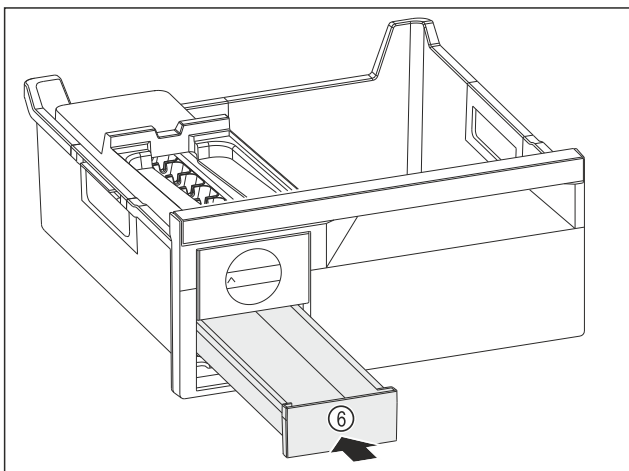

Fig. 92
- ▶ Вдвиньте выдвижной ящик для кубиков льда Fig. 92 (6).